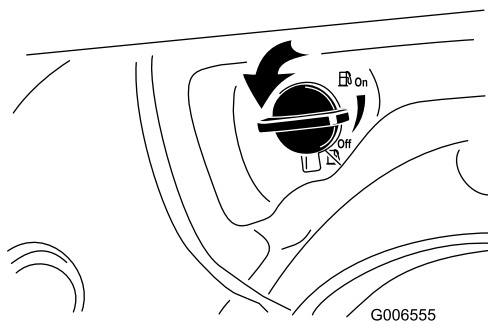

Рисунок 19
2. Поверните отсечной топливный кран на 1/4 оборота против часовой стрелки для того, чтобы открыть его (Рисунок 19).